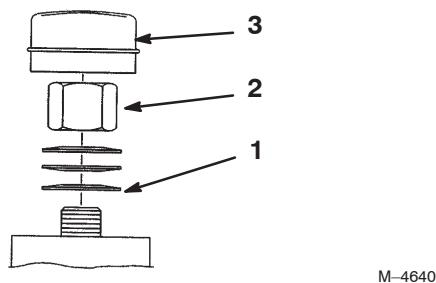

Figure 52
- Retirez le capuchon anti-poussière de la roue et serrez le contre-écrou (Fig. 52).
- Continuez de le serrer jusqu'à ce que les rondelles élastiques soient aplatis, puis desserrez-le de 1/4 de tour pour obtenir la précharge correcte des roulements (Fig. 52).
**Important** Veillez à installer les rondelles comme illustré à la Figure 52.
- Posez le capuchon anti-poussière (Fig. 52).